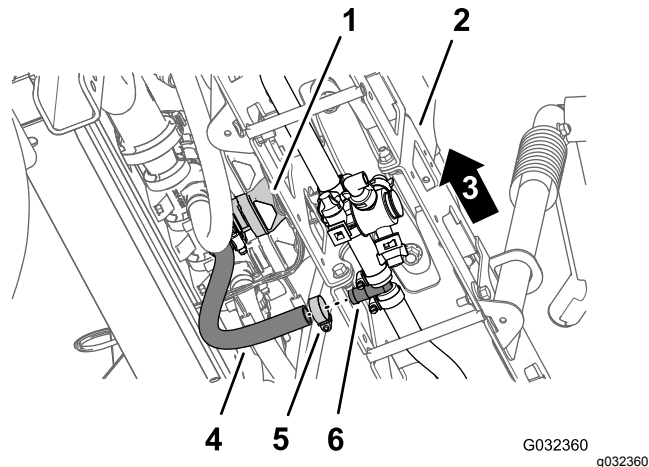

**Figura 47**
1. Nella sezione della barra esterna, rimuovete la fascetta stringitubo che fissa il flessibile di alimentazione per la sezione della barra al raccordo a T dentellato (**Figura 47**).
2. Rimuovete il flessibile dal raccordo a T (**Figura 47**).
3. Rimuovete l'estremità libera del flessibile dal serratubi a R (**Figura 47**).